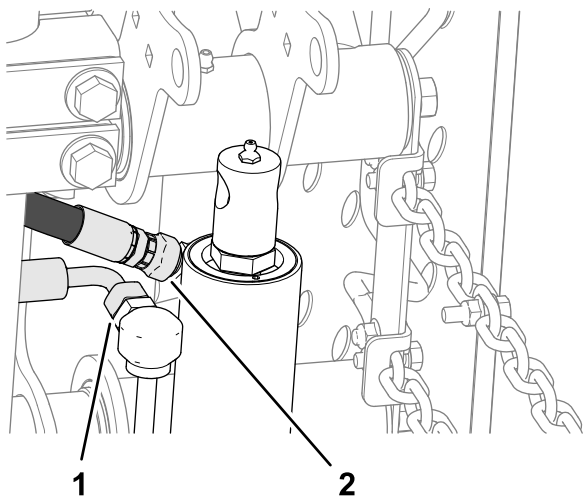

图 14
2. 在提升油缸上松开回流软管的直通回转接头和提升软管的 90° 回转接头 图 14。